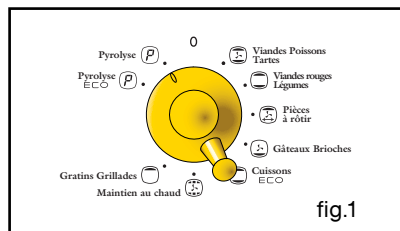

fig.1
Il suffit de positionner votre sélecteur de cuisson sur la position **P** "Pyrolyse" ou sur la position : **P** "Pyrolyse ECO" (fig.1).
- b) Dévissez le hublot (fig.1).